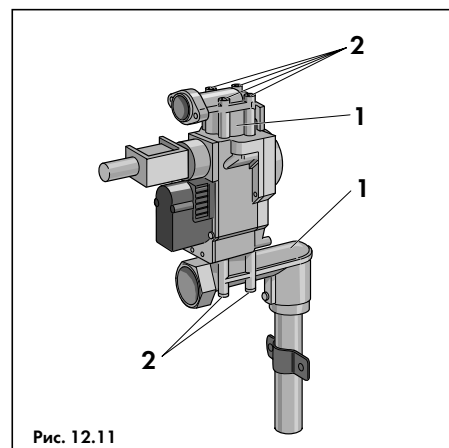

Рис. 12.11
- Отсоединить входной и выходной патрубки газовой арматуры (1, рис. 12.11), вывернув восемь предохранительных винтов (2, рис. 12.11), и установить их на новую газовую арматуру, используя прилагающиеся новые прокладки;